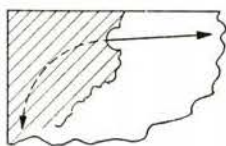

Bild 2
- Man spare mit Tunnels; oft wirkt ein vorgezogener Hügel besser (Bild 2).
● Bild 2 Die ansprechende Verpackung schützt das Modell vor Stößen und ist für das Auge besonders erfreulich.